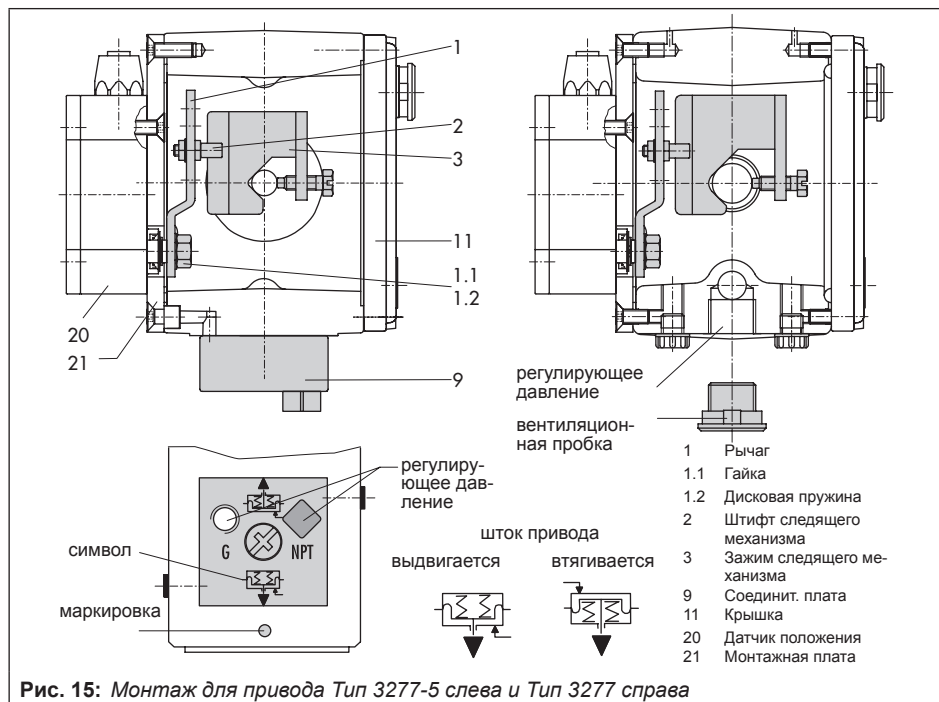

Рис. 15: Монтаж для привода Тип 3277-5 слева и Тип 3277 справа
### Привод Тип 3277-5, 120 см2 (рис. 15)
Управляющее давление от позиционера по штуцеру управляющего сигнала соединительной платы (9, рис. 15 слева) подаётся на камеру мембраны привода. Для этого требуется сначала привинтить соединительную плату (9) из комплектующих деталей к раме привода.
- При этом нужно повернуть соединительную плату (9) таким образом, чтобы правильный символ положения безопасности "Шток привода выдвигается" или "Шток привода втягивается" располагался в соответствии с маркировкой (рис. 15 внизу).
- Следите за правильным расположением уплотнительной прокладки соединительной платы (9).